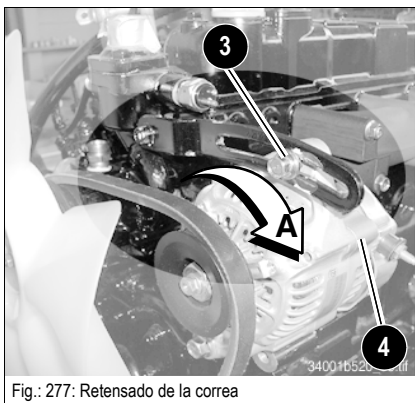

Fig.: 277: Retensado de la correa
- ☞ Con un medio auxiliar apropiado, empujar el alternador de corriente trifásica en dirección de la flecha **A** hasta alcanzar la tensión correcta de la correa trapezoidal (Fig. 277).